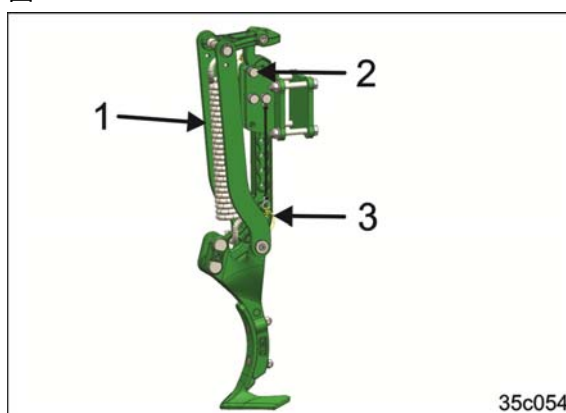

図 128
8. トラクターのタイヤ跡消しのグリップを持ち、トラクターのタイヤ跡消しのホルダーに設置します（図 128/1）。
9. すべての差し込みピンを設置します（図 128/2）。
10. 差し込みピンをリンチピンで固定します（図 128/3）。